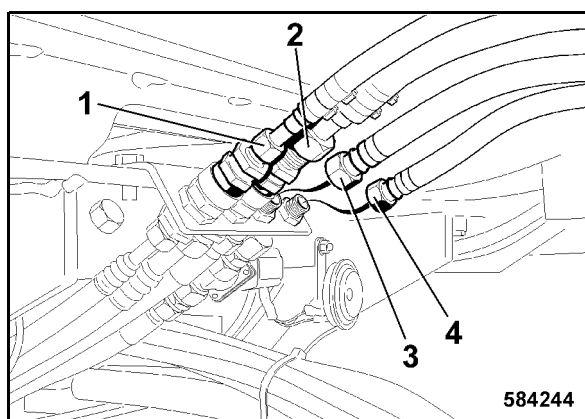

Fig. 222
- Establecer el empalme para el tubo de alimentación 1 (Fig. 222) y de retorno (2) para el sis-